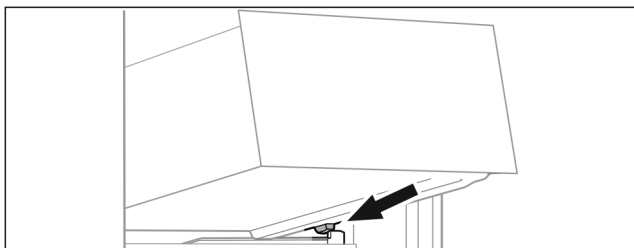

Fig. 98
- ▶ Nasadíte zásuvku šikmo za zarážky na žebrování na nádoby. (viz Fig. 98)